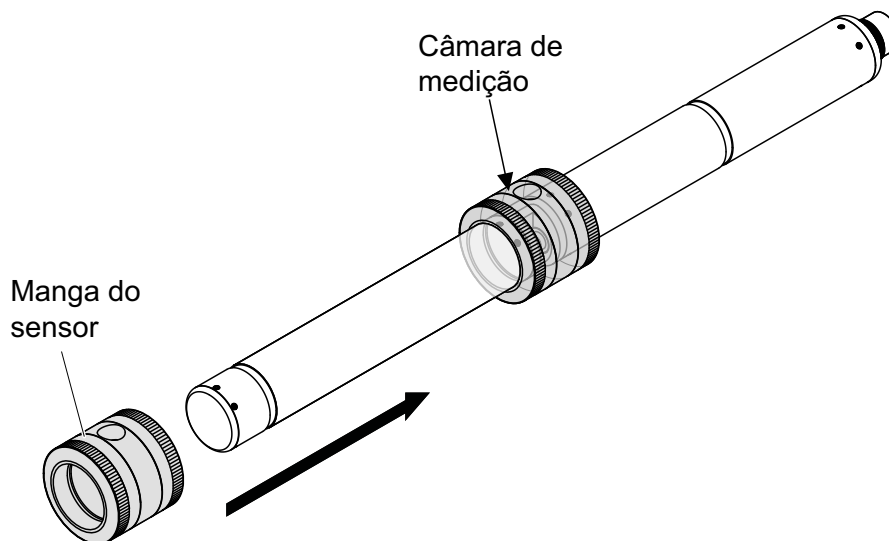

figura 4-4 Coloque a manga do sensor no sensor
9. Coloque o sensor na posição horizontal numa superfície firme e sem vibrações. Vire a abertura de enchimento da manga do sensor para cima (figura 4-4).